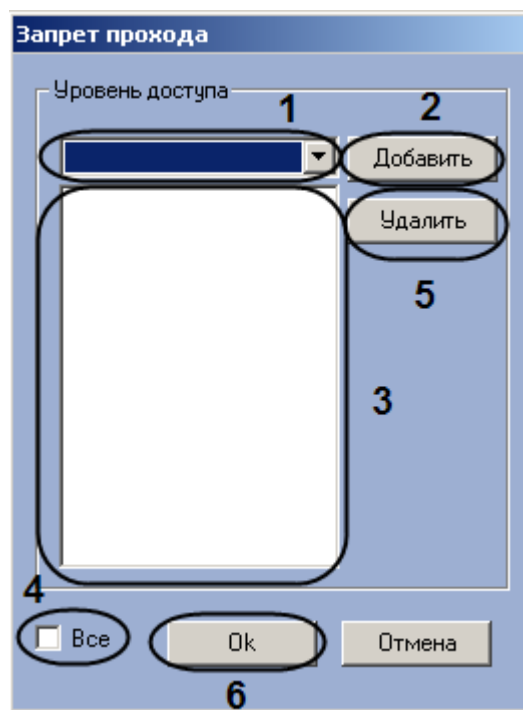

Рис. 3.5—9 Настройка запрета прохода
9.1 Установить флажок **Запрет выхода** (см. Рис. 3.5—7, 8).
9.2 В открывшемся окне **Запрет прохода** из раскрывающегося списка выбрать уровень доступа, пользователям которого требуется запретить проход через данный считыватель (Рис. 3.5—9, 1).
9.3 Нажать на кнопку **Добавить** (см. Рис. 3.5—9, 2). Выбранный уровень доступа будет добавлен в список (см. Рис. 3.5—9, 3).
*Примечание. Если требуется запретить проход через считыватель для всех уровней доступа, необходимо установить флажок Все (см. Рис. 3.5—9, 4).*
*Примечание. Если запрет прохода через считыватель для данного уровня доступа более не требуется, необходимо выделить соответствующий уровень доступа в списке (Рис. 3.5—9, 3) и нажать на кнопку Удалить (см. Рис. 3.5—9, 5).*